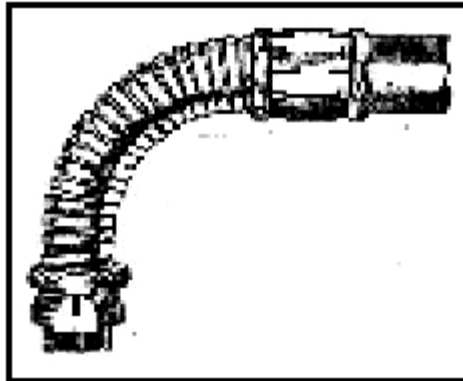

Figure 1.6 – conduit flexible métallique
c) Conduits flexibles "métalliques" (voir figure 1.6)